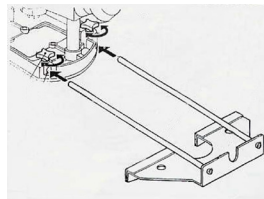

рис.4
3.2.3 Установка и регулировка параллельного направляющего устройства (рис.4)